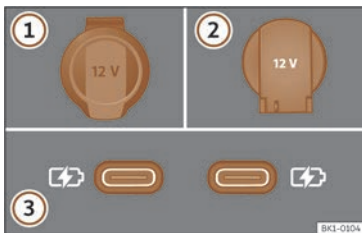

Fig. 161 Tomas de corrente de 12 voltios do vehículo.
>>> **fig. 161**
En función do equipamento e do país, o vehículo pode dispor tamén de conectores USB con función **exclusivamente de carga ou toma de corrente** >>> **fig. 161** ③.